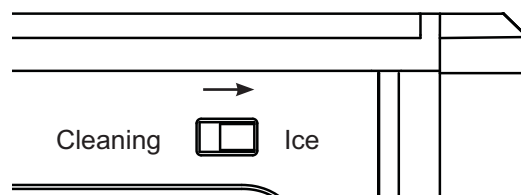

Figura 12
18. Cuando termine, deslice el interruptor trasero nuevamente al modo "Ice". Ver figura 12.